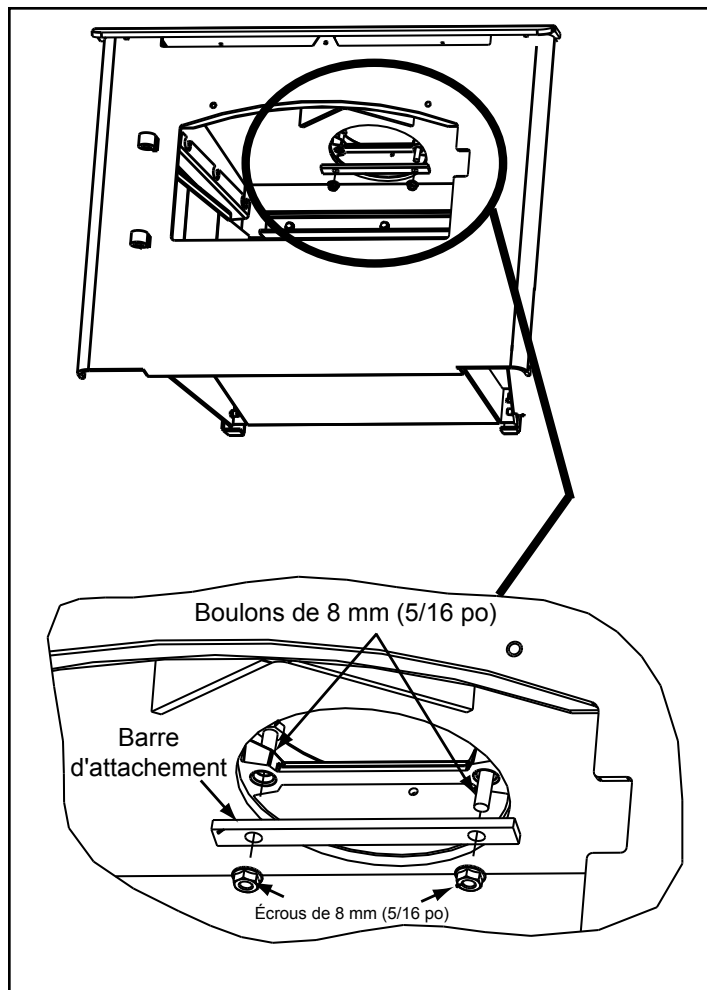

Figure 20.2
1. Une fois l'appareil en place et fixé, atteignez et saisissez la barre de fixation à travers l'ouverture de la cheminée et tirez-la vers le bas à l'intérieur de l'ouverture de la cheminée. **Figure 20.2.**